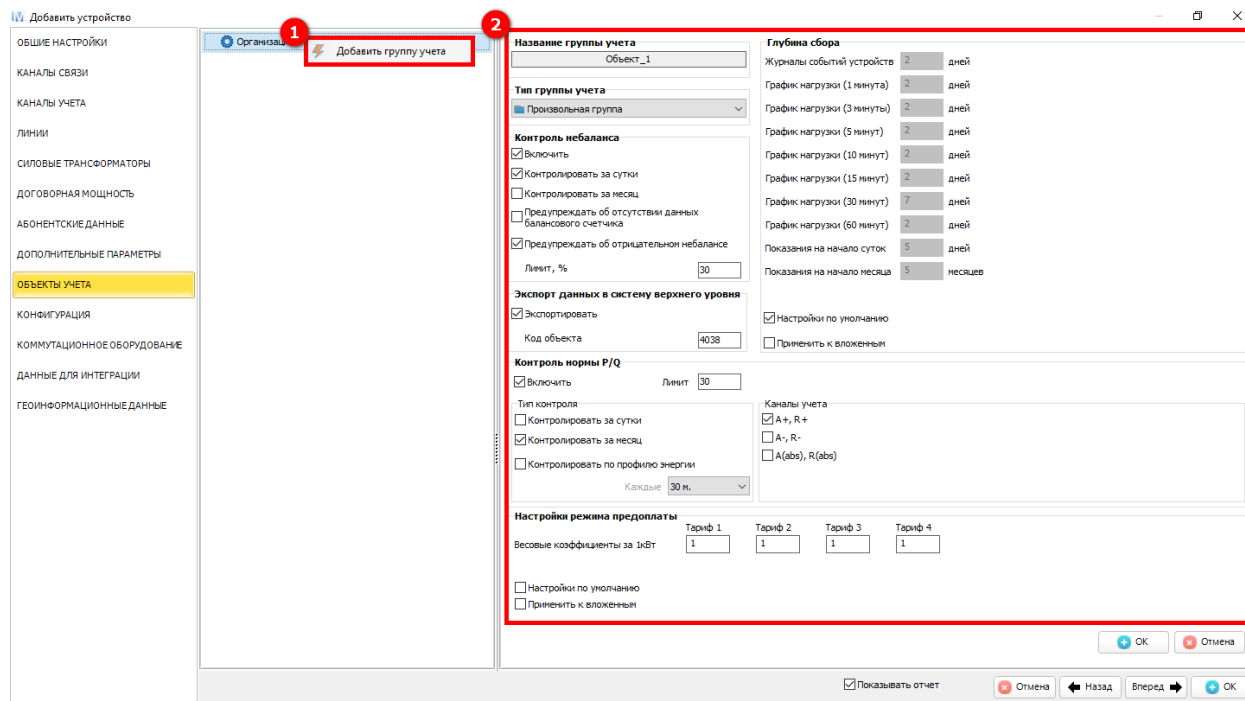

Рисунок 318 – Параметры устройства – Объекты учета – Добавление группы учета
Для создания новой группы учета необходимо в контекстном меню выбрать **Добавить группу учета** (1) (см. рисунок 318). Заполнение полей данного параметра (2) осуществляется в соответствии с п. 4.11.1.